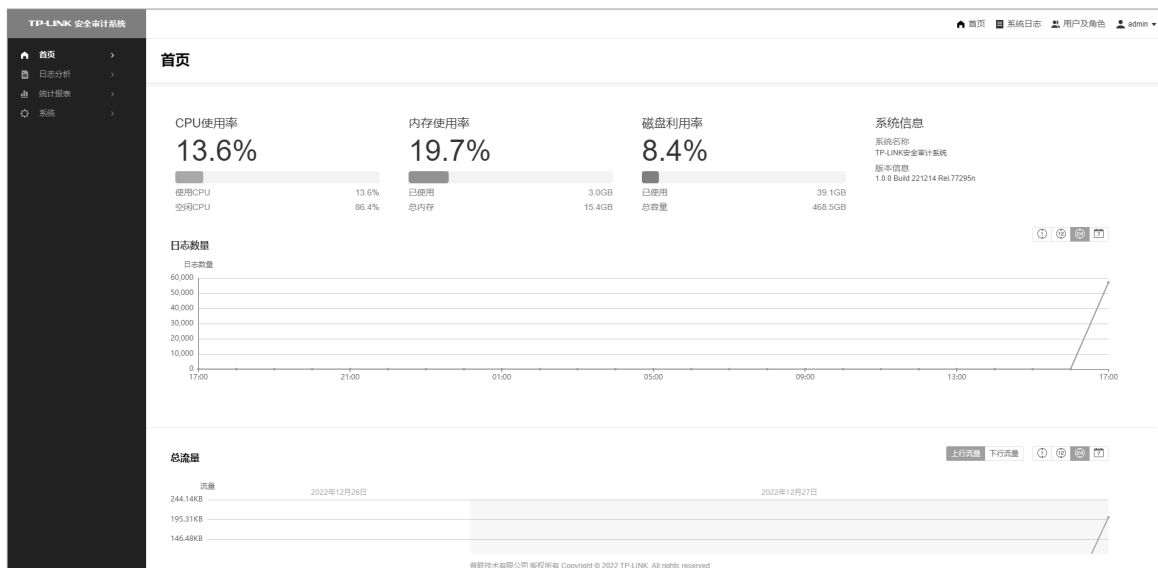

图 4-3 管理界面首页示意图
1. 经过上述步骤即可成功登录安全审计一体机管理界面首页，如图 4-3 所示，可查看设备的基本系统信息、日志数量、总流量的相关信息，点击主页左侧的主菜单栏即可查看相应日志记录、行为分析、统计报表、本机配置等。